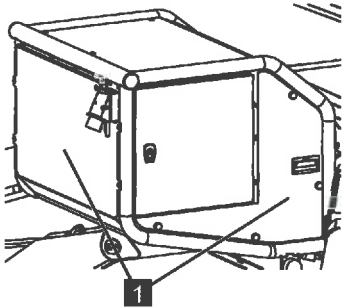

Abb. 190
4. Abdeckhauben (Abb.190/1) abschrauben.